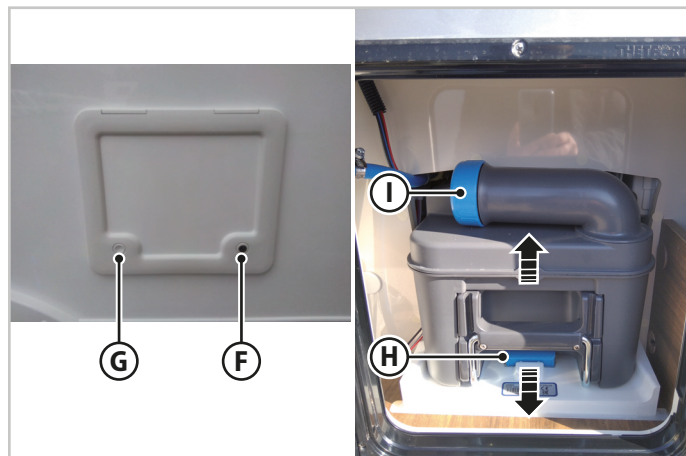

Fig.6.38 - Svuotamento cassetta WC
2. Aprire con la chiave la serratura (**F** - Fig.6.38), dopodiché rimuovere la chiave.
3. Premere i pulsanti **G** e **F** (Fig.6.38) e aprire lo sportello.
4. Esercitare una leggera pressione verso l'alto sulla maniglia (**H** - Fig.6.38) ed estrarre il serbatoio.
5. Togliere il tappo (**I** - Fig.6.38) e premere il pulsante di sfianto per svuotare il serbatoio.